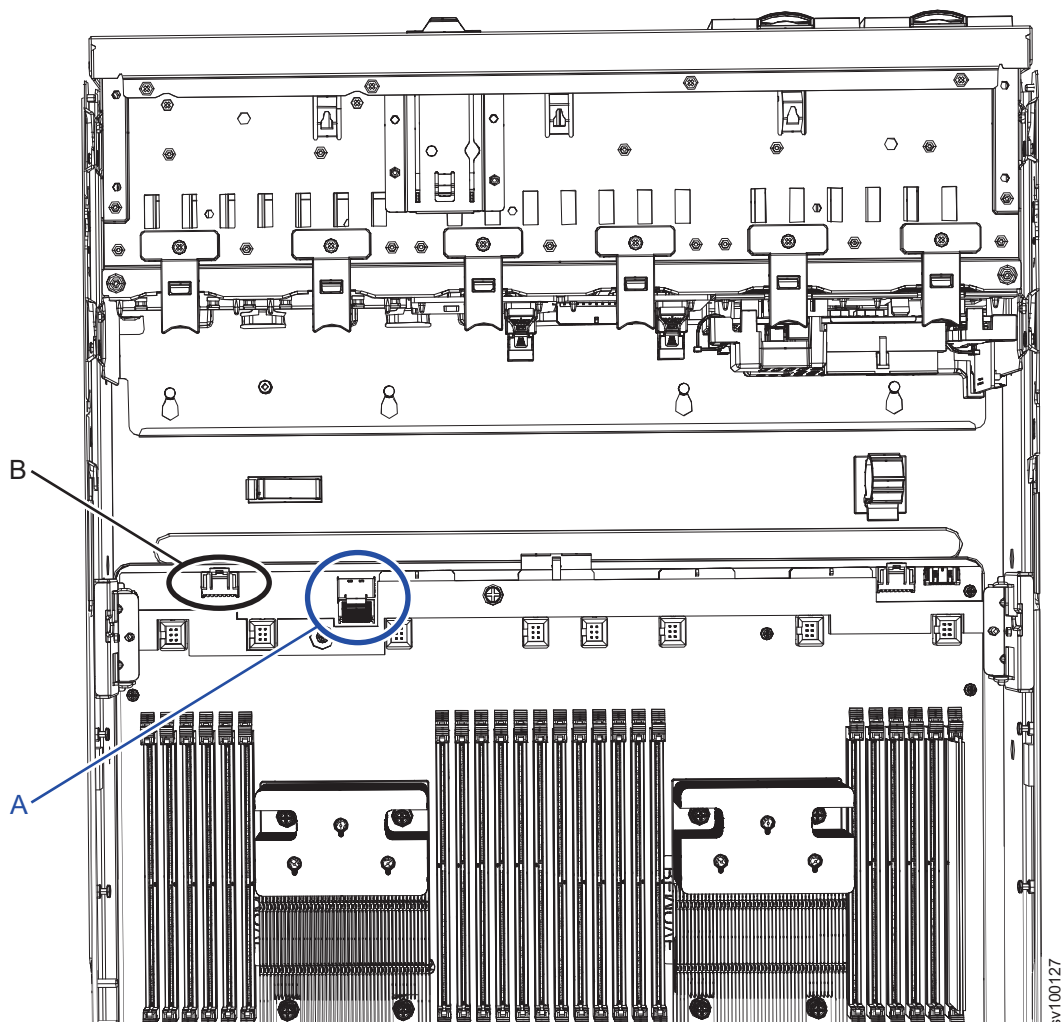

Figura 171. Conectores a cabo na placa-mãe do 2145-SV1 para os cabos do painel de informações do operador
3. Conecte cada cabo ao conector apropriado na placa-mãe, conforme mostrado em Figura 171 na página 209.